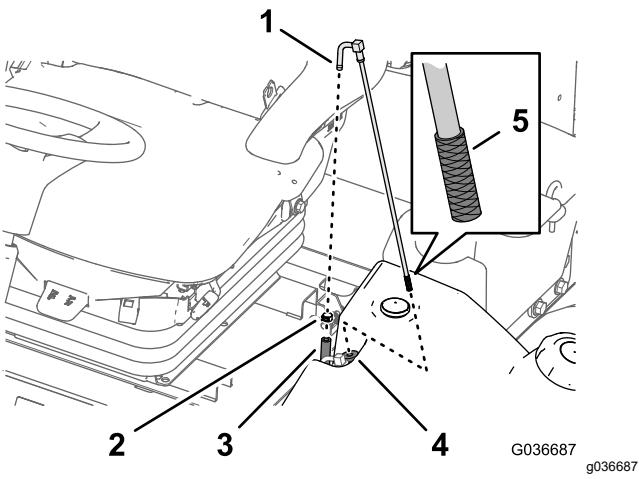

Bild 97
1. Entfernen Sie die Schlauchklemme, mit der der Kraftstoffzulaufschlauch am Anschlussstück des Kraftstoffansaugschlauchs befestigt ist (Bild 97).
2. Schließen Sie den Schlauch vom Anschlussstück ab (Bild 97).
3. Nehmen Sie den Kraftstoffansaugenschlauch vom Kraftstofftank ab (Bild 97).
4. Reinigen Sie das Sieb am Ende des Kraftstoffansaugenschlauchs (Bild 97).
5. Stecken Sie den Kraftstoffansaugenschlauch durch die Gummibüchse in den Kraftstofftank (Bild 97).